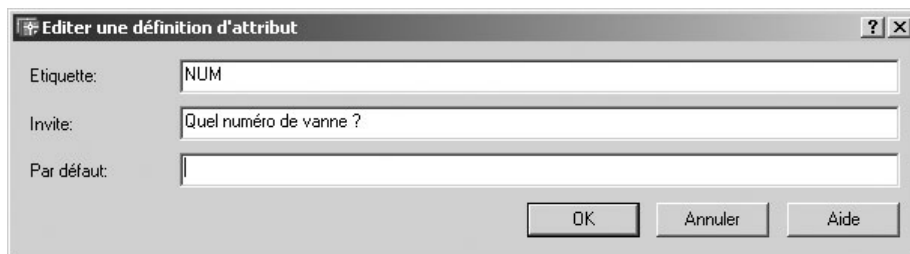

Fig.7.49
- 1 Cliquer deux fois sur l'attribut. La boîte de dialogue **Editer une définition d'attribut** (Edit Attribute Definition) s'affiche à l'écran (fig.7.49).